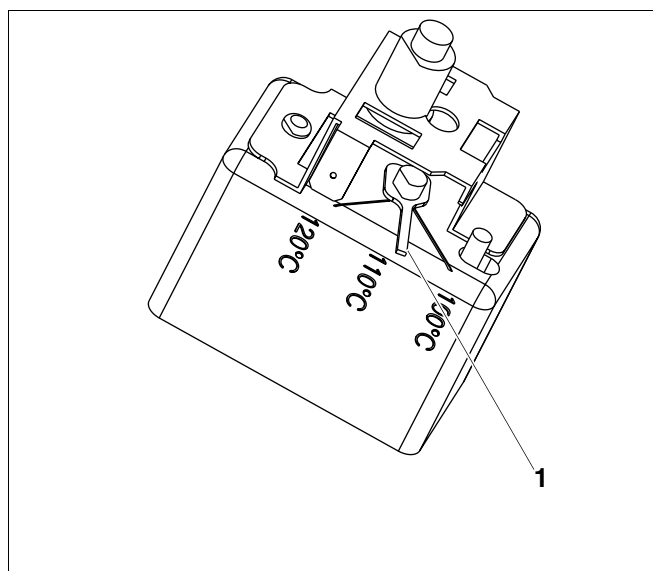

Fig. 4 Varianta B
2.2.2 Fig. 4 Varianta B
- Acul indicator (Fig. 4, **Poz. 1**) se trece pe temperatura corespunzătoare.